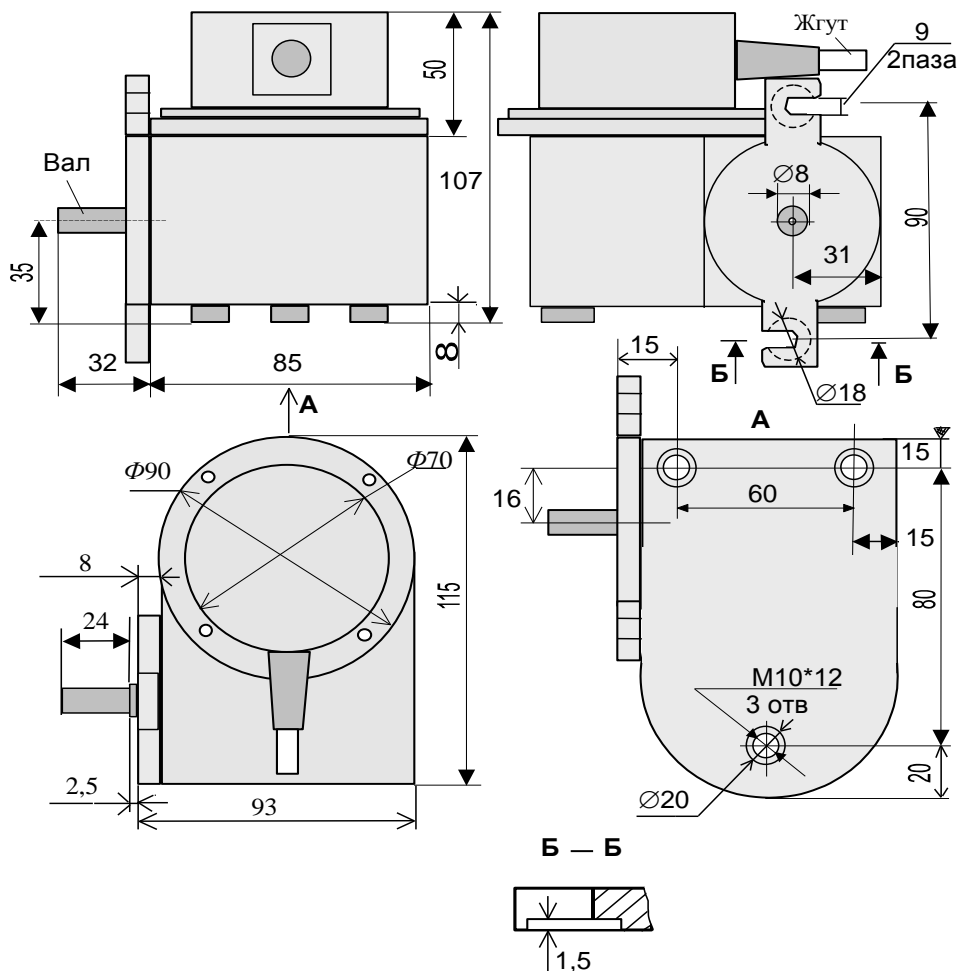
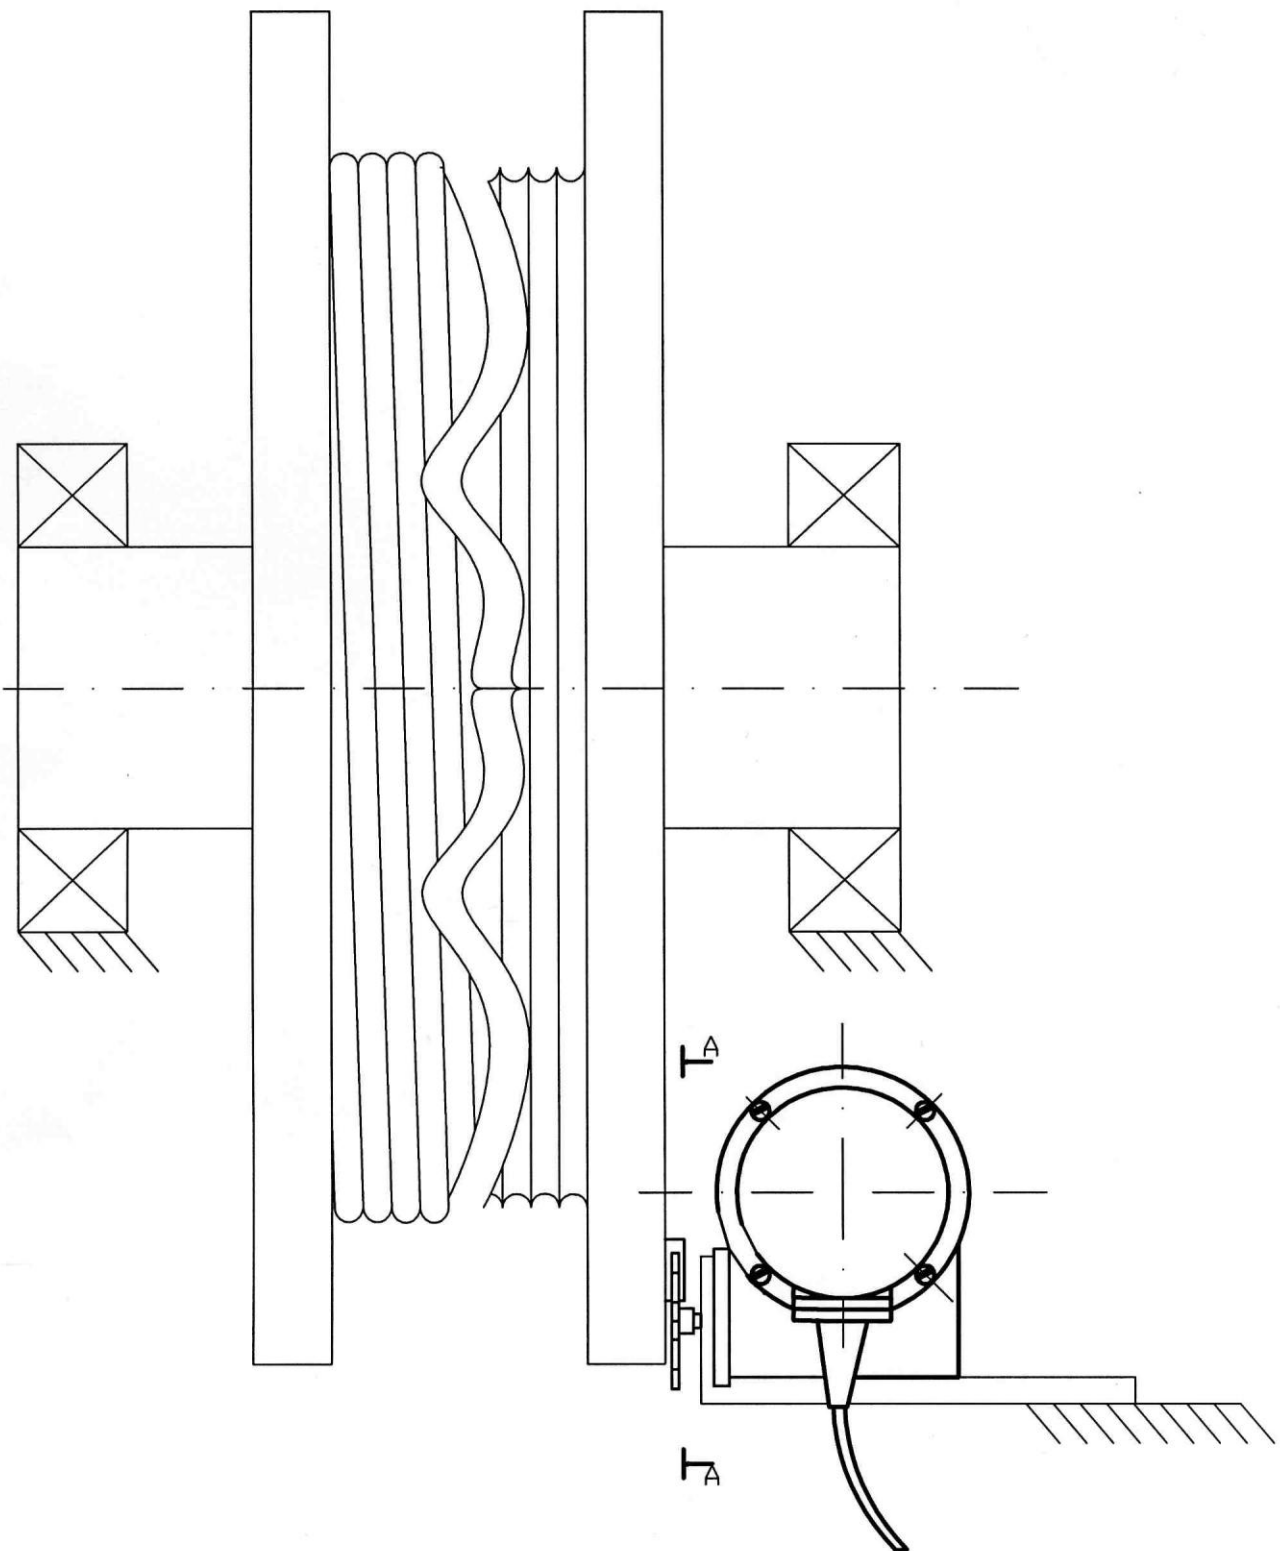

Рисунок 16 - Габаритные и присоединительные размеры датчика перемещения
Рисунок 20 – Пример установки датчика высоты, вылета или пути, вариант 2
Входящие в состав ОНК четыре датчика перемещения (ДП), выполняющие на кране функции датчиков азимута, вылета, высоты и пути, имеют одинаковое конструктивное исполнение (см. рисунок 16), за исключением ДВБК.(см. рис.20).
- с опорно-поворотным устройством крана для датчика азимута (см. рисунок 16);
- с осью барабана лебедки грузовой тележки (для балочной стрелы) или с осью вращения стрелы (для маневровой стрелы) для датчика вылета; (см. рисунок.16 или 19).
- с осью барабана грузовой лебедки для датчика высоты (см. рисунок 16 или 19);
- с осью ведомого ходового колеса для датчика пути (см. рисунок 16 или 19).
Пазы для крепления к элементам крана имеют углубления под шайбу (см вид Б-Б рисунок 16) с наружным диаметром 17, предотвращающие выход из зацепления датчика и его смещение при ослаблении крепящих его винтов датчика М8